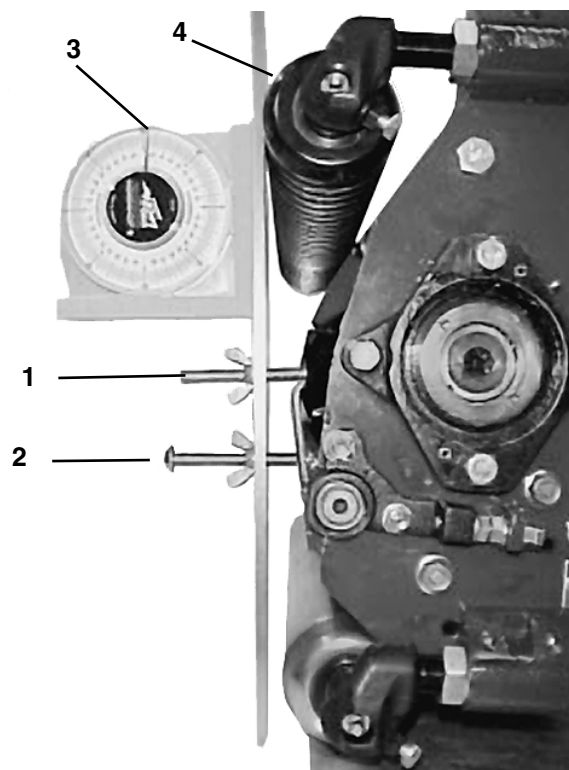

Figure 10
4. Placez le calibre en travers des rouleaux avant et arrière. La tête de la première vis doit s'adapter parfaitement sur le bord de la contre-lame, tandis que le calibre doit toucher le rouleau avant (Fig. 10).
6. Placez un indicateur d'angle sur le calibre et notez l'angle obtenu (Fig. 10).
Remarque : l'orientation de l'unité de coupe diminue lorsque vous abaissez le rouleau avant et augmente lorsque vous le montez (Fig. 10).